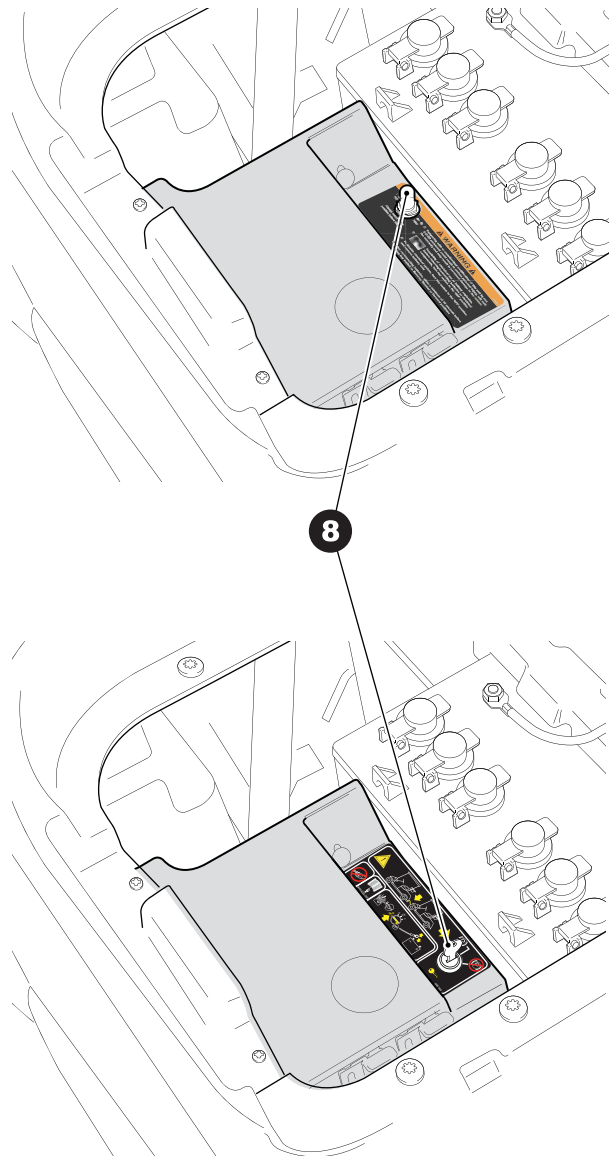

Fig. 9 Sélecteur marche-remorquage
Le sélecteur marche-remorquage (8) est situé sous le siège du côté passager du véhicule (voir Fig. 9).